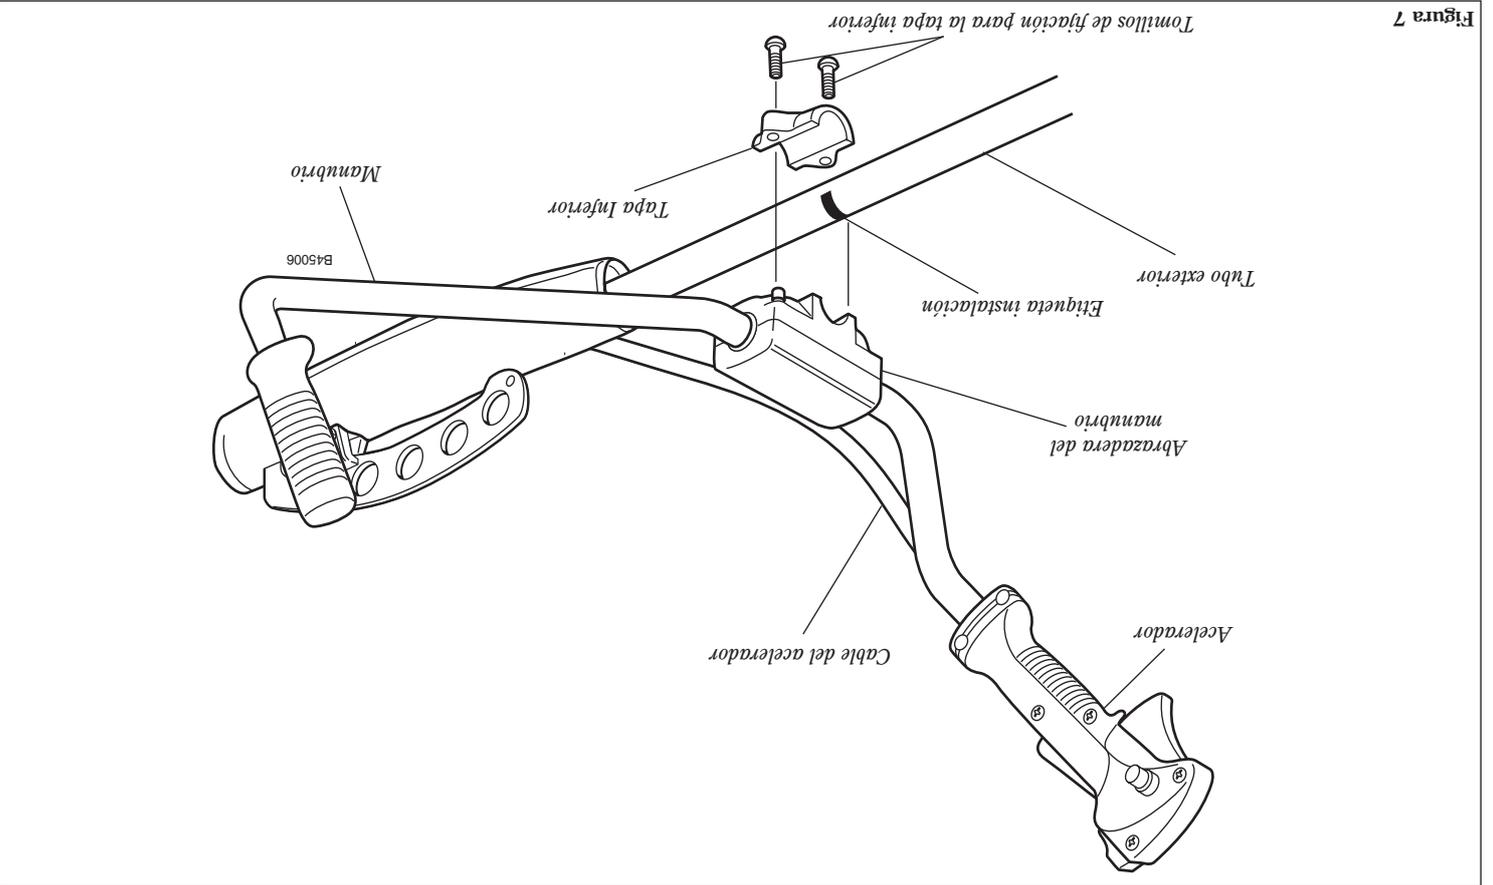

Figura 7
1. Retire los tornillos de fijación, de 4mm, de la tapa inferior y retire la tapa inferior de la abrazadera. Consulte la figura 7.